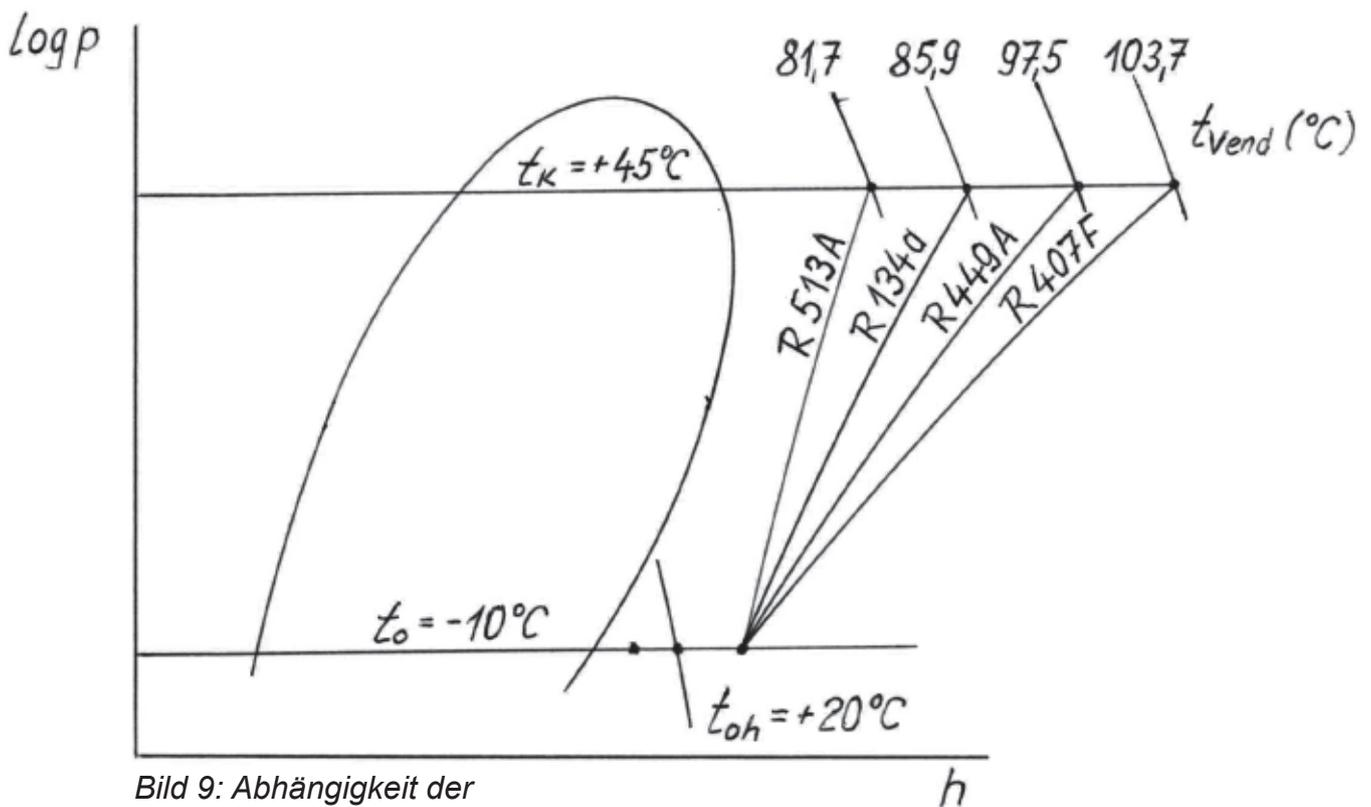

Bild 9: Abhängigkeit der Verdichtungsendtemperatur vom Kältemittel
- Falsches Kältemittel für den Einsatzbereich (siehe Bild 9)